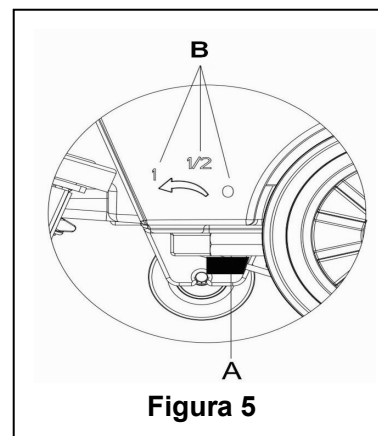

Figura 5
Reglarea mânerului supapei cu bilă (A, Figura 5) trebuie să se facă numai când comutatorul de alimentare cu energie (38) este pe poziția "O".
- Volumul debitului de apă poate fi reglat prin intermediul mânerului supapei cu bilă (A, Figura 5) în funcție de cantitatea de apă necesară pentru rașchetarea podelei.